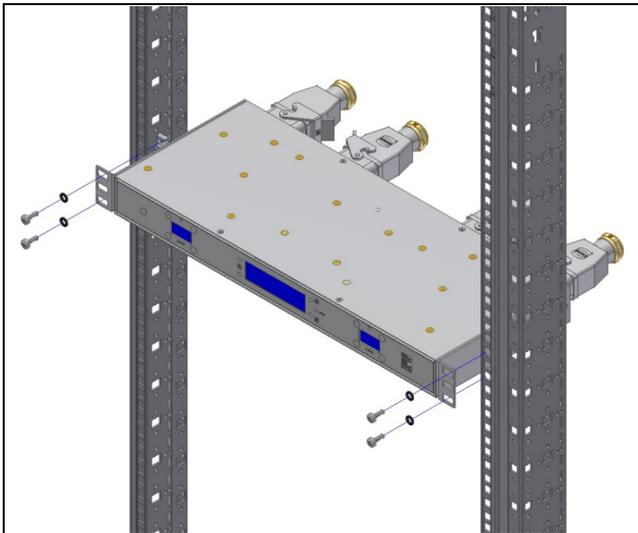

Abb. 2: Befestigen am Schrankrahmen
- Befestigen Sie das PSM MID Messmodul gemäß Abb. 2 mit den Schrauben aus dem Lieferumfang in einem freien Einschub (1 HE) des Serverschranks.